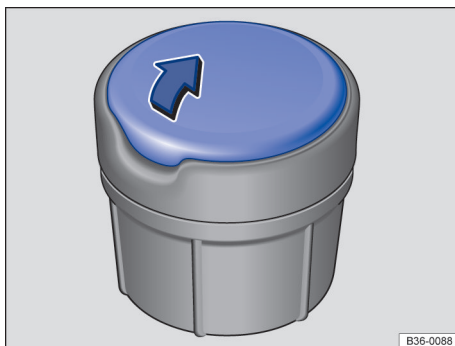

Fig. 122 Cinzeiro móvel.
- Levantar a tampa do cinzeiro no sentido da seta → Fig. 122.
- Pressionar a tampa do cinzeiro para baixo contra o sentido da seta → Fig. 122,